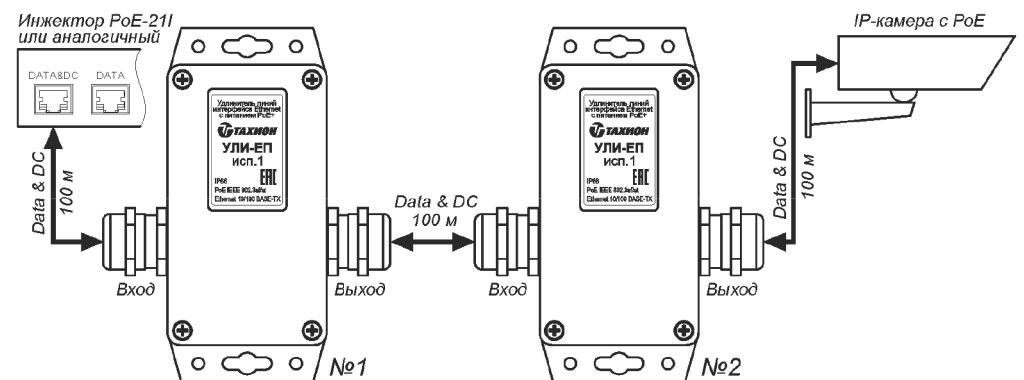

Рис.4 Пример удлинения сегмента сети Ethernet с питанием PoE
3. Соедините **«Выходной»** кабель удлинителя УЛИ-ЕП исп.1 с разъемом **«PoE»** питаемого устройства или с разъемом RJ45 **«Вход»** последующего УЛИ-ЕП исп.1 в цепочке удлинителей (см. рис.4).
5. Соедините разъем **«Data»** инжектора PoE 4-х парным кабелем UTP с портом компьютера (см. рис.4).
4. Возможно увеличение расстояния линии связи для передачи данных по сети Ethernet и питания по технологии PoE до 300 или 400 метров при подключении 2 или 3 изделий, соответственно (см. рис.4).